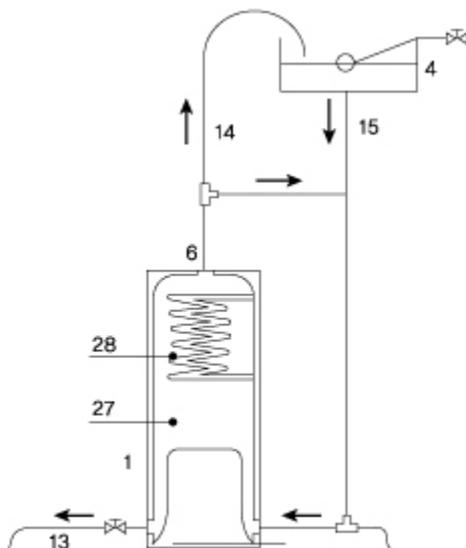

Рис. 21.1.
2. Обеспечение безопасности эксплуатации котла, с баком расширительным открытого типа.(Рис.21.1)